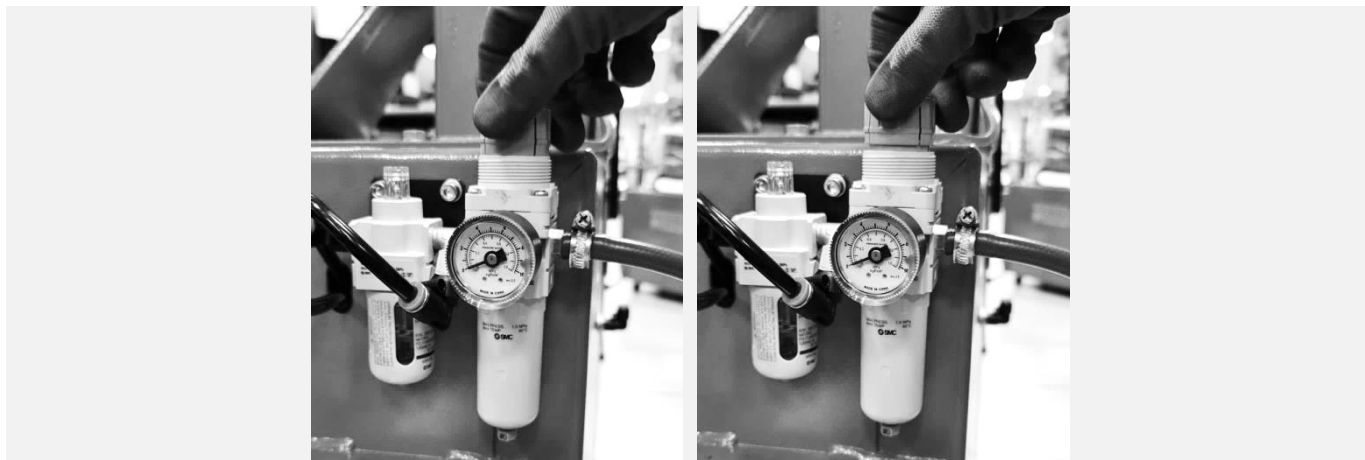

Рисунок 30
7.6.2 Выполнить регулировку давления сжатого воздуха в пневматической системе станка. Для этого поднять колпачок регулятора вверх (см. Рисунок 30) и, плавно вращая регулятор,